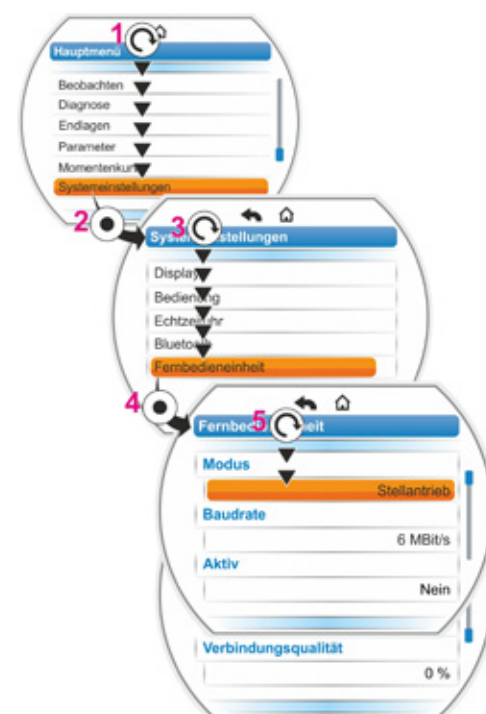

Abb. 3: Fernbedieneinheit aktivieren
1. Im ‚Hauptmenü‘ ‚Systemeinstellungen‘ wählen (Abb. 3, Pos. 1) und bestätigen (Pos. 2). Menü ‚Systemeinstellungen‘ erscheint.
2. Auswahlmarkierung auf ‚Fernbedieneinheit‘ stellen (3) und bestätigen (4). Menü ‚Fernbedieneinheit‘ erscheint.
3. Bei ‚Modus‘ den Parameter ‚Stellantrieb‘ auswählen (5). Beim Parametrieren der Fernbedieneinheit ist hier ‚Fernbedieneinheit‘ auszuwählen.